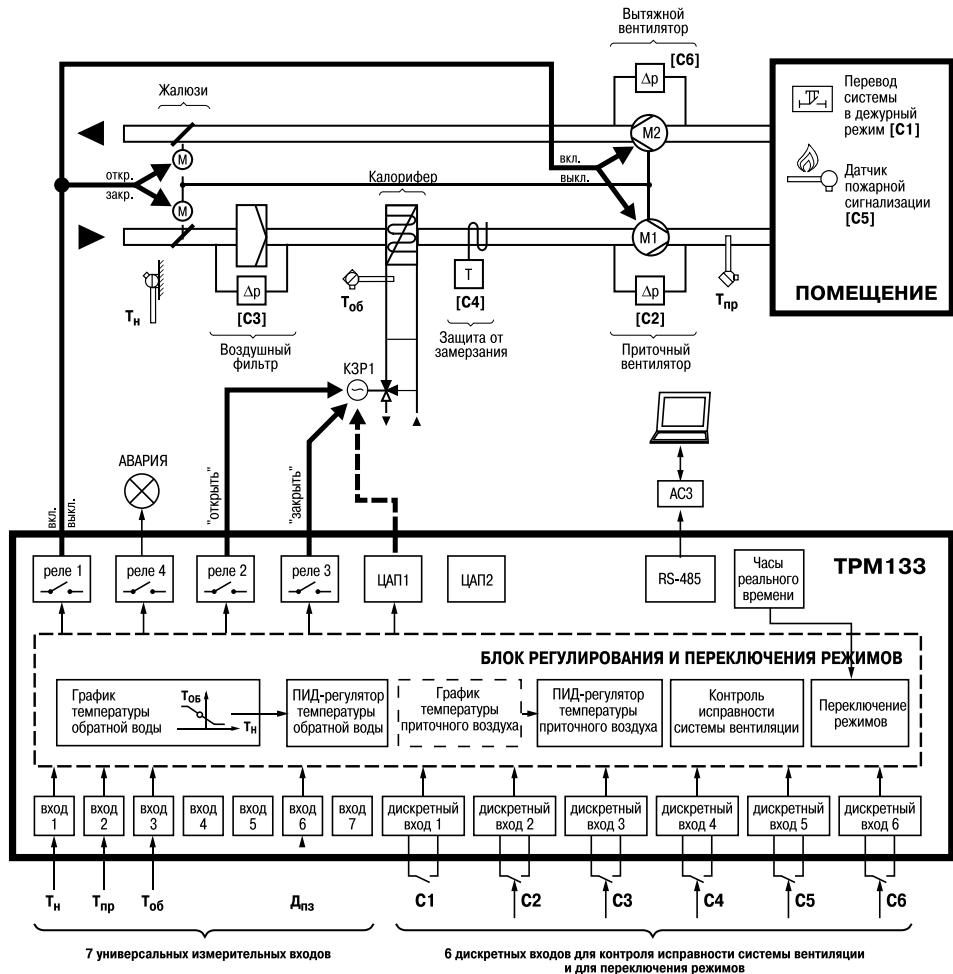

Рис. 4.1. Функциональная схема прибора в системе вентиляции
4.1. Функциональная схема работы прибора в составе системы вентиляции приведена на рис. 4.1. Схема определяет функциональную конфигурацию системы и соответствует конфигурации прибора TPM133-х-01 (см. Введение).